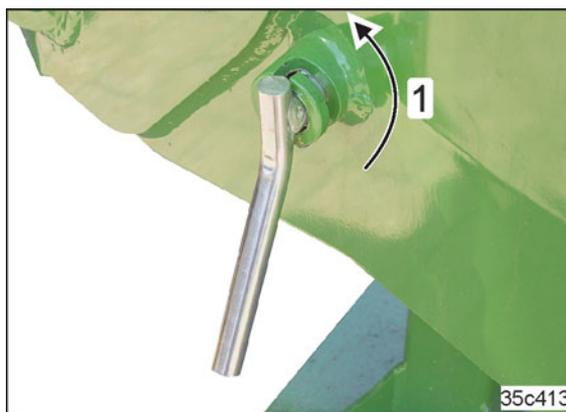

Fig. 134
- 5.1 Tourner le boulon bloqué (Fig. 134/1) de 180° jusqu'à ce que la douille de serrage (voir Fig. 136/1) se libère.
8. Bloquer le boulon en le tournant (voir Fig. 134)